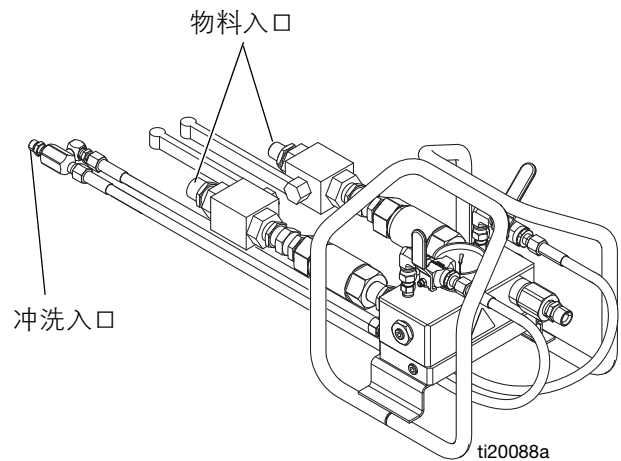

图 23
2. **系统 262869、262898 和 262943:** 将 3/4 英寸 A 软管和 1/2 英寸 B 软管连接至混合歧管上的物料入口球阀。参见图 23。
系统 24W626 和 262945: 更换 B 侧入口螺纹接头，将 3/4 英寸 A 软管和 3/4 英寸 B 软管连接至混合歧管上的物料入口球阀。使用混合歧管上各自的颜色标识标记材料软管（绿色和蓝色）。参见图 23。
4. 将紫色冲洗软管穿过歧管托架下方的歧管，连接到软管束中的 1/4 英寸冲洗软管。参见图 23。